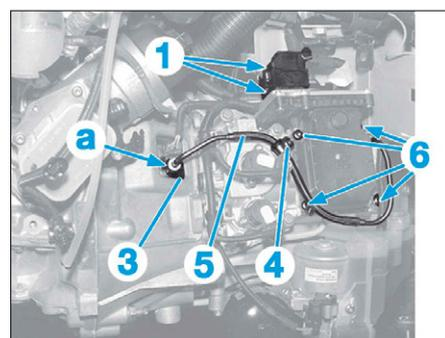

FIG. 12
- les deux connecteurs (1) et (2) du calculateur (Fig.12).
- Déposer l'agrafe (3) et la vis (4).
- Désaccoupler en (a) et écarter le flexible (5).